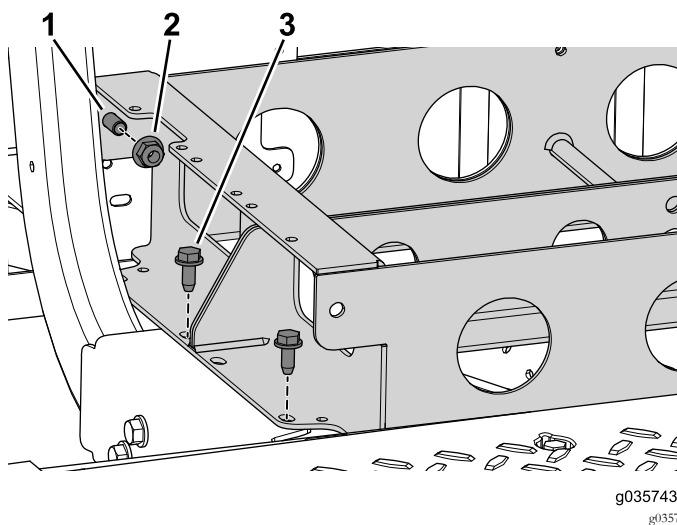

图83
1. 使用 2 个凸缘螺母和螺栓将前、后电池托盘固定到一起 图83。
2. 使用 4 个螺栓 3/8 x 1 英寸将前电池托盘固定到机器 图83。